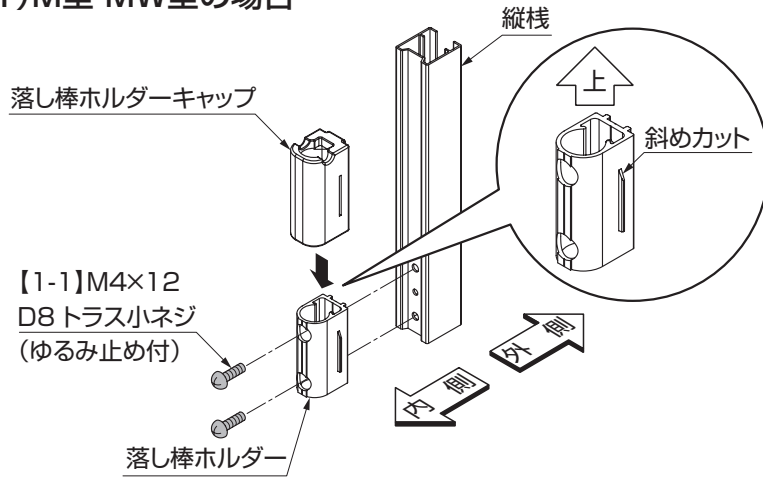

図6-1
①本体の家側の縦棧に、落とし棒ホルダーを斜めカットを上にして、【1-1】で固定してください。(図6-1参照)
②落とし棒ホルダーキャップを、上からはめ込んでください。(図6-1参照)
(2) H型・HW型の場合